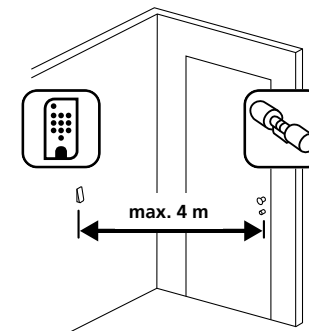

Abb. 1
- ① Halten Sie die Tastatur an den gewünschten Montageort (Abb. 1).
① Bohren Sie drei Löcher gemäß den in der Abbildung aufgezeigten Abmessungen. Nutzen Sie einen Bohrer mit 6 mm Durchmesser (Abb. 1).